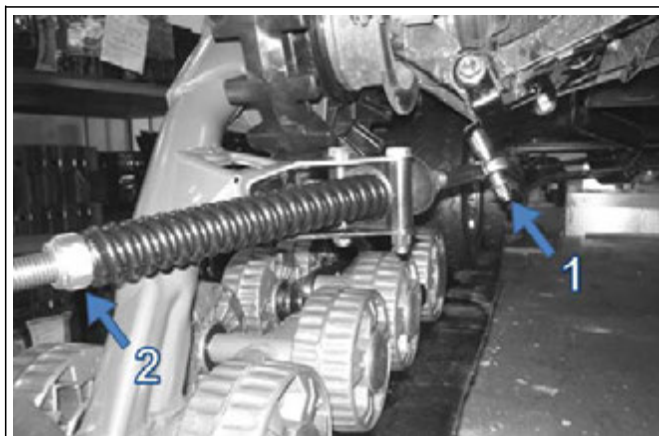

Рис. 10. Крепление выравнивающей штанги
- Прикрепить выравнивающую штангу (поз.1) к **фиксирующему кронштейну**, укрепленному на штанге подвески квадроцикла (см. Рис. 10).
- Ослабить гайку (поз.2) упорной пружины выравнивающей штанги (см. рис. 10).